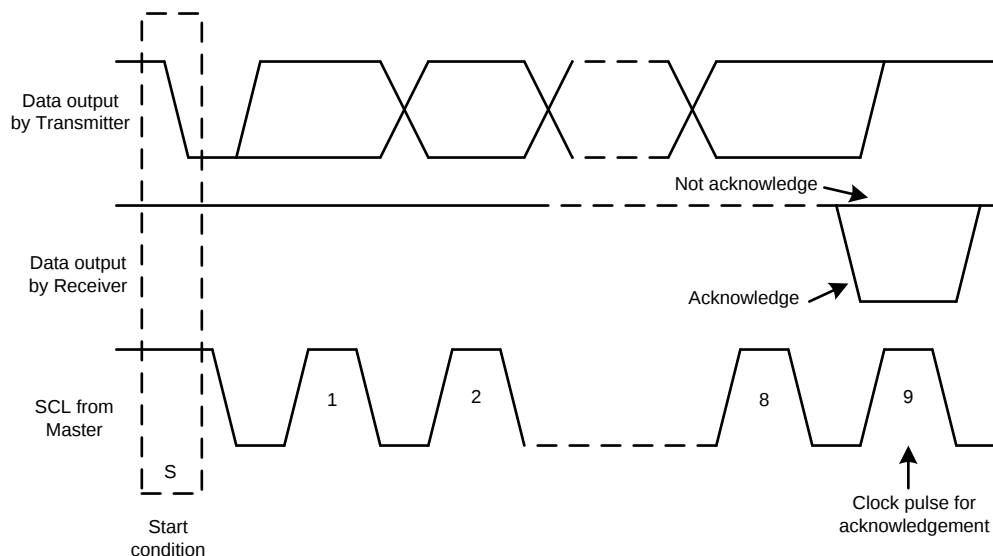
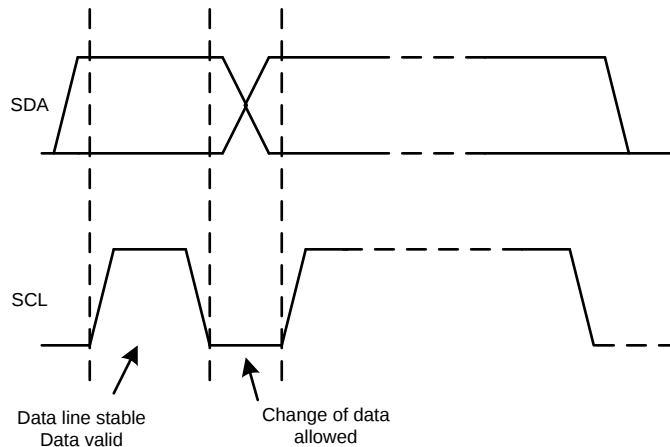

图 56. I^2C^{TM} 总线上的确认和非确认
图 58. I²C™ 总线上的位传输
除了特定的时序信号之外， I^2C^{TM} 接口还使用串行字节。在每个字节结束时，第九个时钟周期产生并检测确认信号。确认是指 SDA 线在第九个时钟周期的高电平期间被拉低。非确认是指 SDA 线在第九个时钟周期的高电平期间保持高电平，如图 56 所示。
2. 主器件随后产生 SCL 脉冲，并在 SDA 线上发送 7 位地址和读取/写入方向位 (R/W)。在所有传输期间，主器件确保数据有效。有效数据条件要求 SDA 线在时钟脉冲的整个高电平期间保持稳定，如图 58 所示。所有器件都识别主器件发送的地址，并将其与内部固定地址进行比较。只有具有匹配地址的从器件才会通过在第 9 个 SCL 周期的整个高电平期间拉低 SDA 线来产生确认（如图 56 所示，在第 9 个 SCL 周期的整个高电平期间将 SDA 线拉低）。在检测到该确认时，主器件便知道已建立与从器件的通信链路。